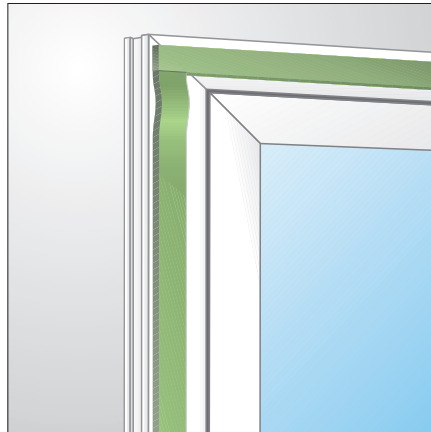

Bild 1: Bandverlegung bei der Fenstermontage
- Die Zugabe von ca. 2 cm/m zur Ist-Fugenlänge beachten. Die Bänder dürfen nicht um die Blendrahmenecke geführt werden (Bild 1).